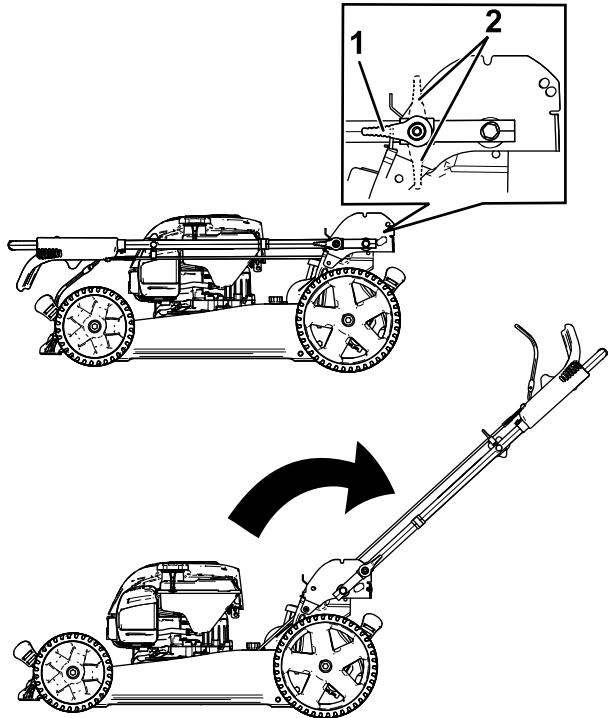

Figura 3
1. Disinnestate i fermi delle stegole (Figura 3).
2. Spostate la stegola all'indietro in posizione di guida (Figura 3).